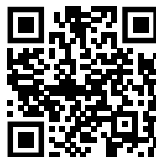

Fig. 49
- ▶ Ouvrez le Liebherr SmartMonitoring Dashboard. (voir Fig. 49) .